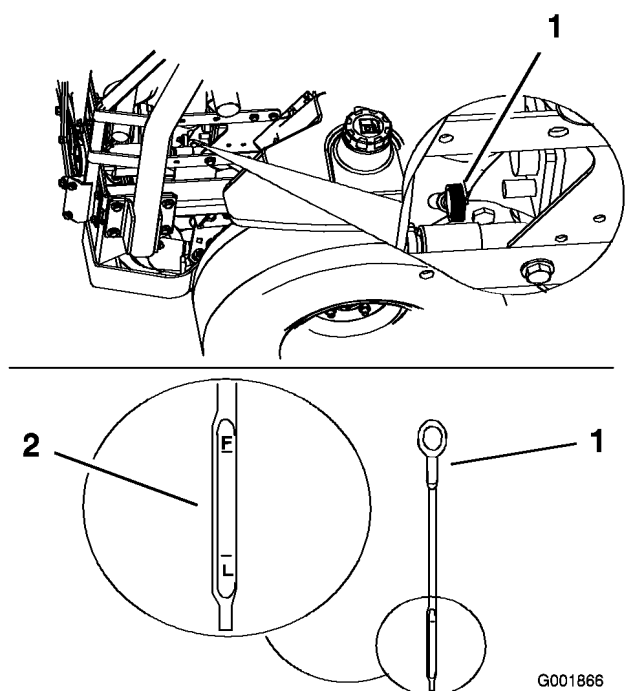

Figura 42
4. Estraete l'asta di livello dell'olio e pulite l'estremità metallica (Figura 42).
5. Inserite a fondo l'asta di livello nel tubo. Estraete l'asta e controllate l'estremità metallica (Figura 42). Se il livello dell'olio è basso, versate lentamente dell'olio nel foro di rifornimento, quanto basta per portarlo al segno di pieno.